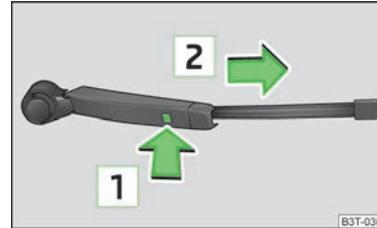

Abb. 49
- › Den Scheibenwischerarm von der Scheibe abklappen und das Scheibenwischerblatt rechtwinklig zum Wischerarm stellen » Abb. 49.